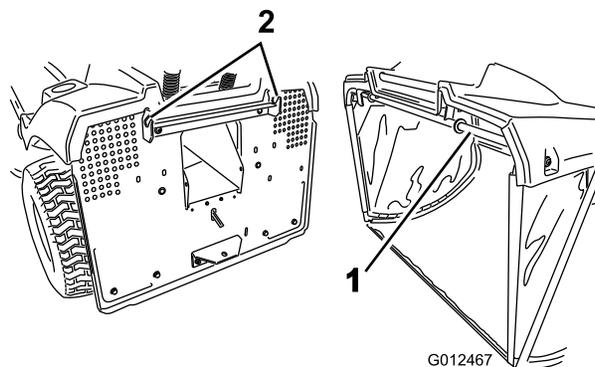

Figura 36
1. Cuelgue la barra superior de las 2 muescas del soporte de la parte trasera de la máquina (Figura 36).